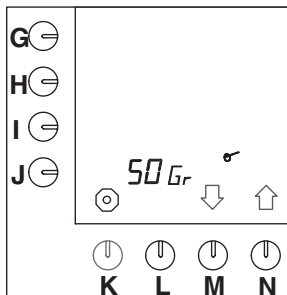

Abb. 37 Einstellen des Kaffeerechners
- Drücken Sie auf die Wahl taste (N.)↑, bis Abb.37 im Display erscheint.